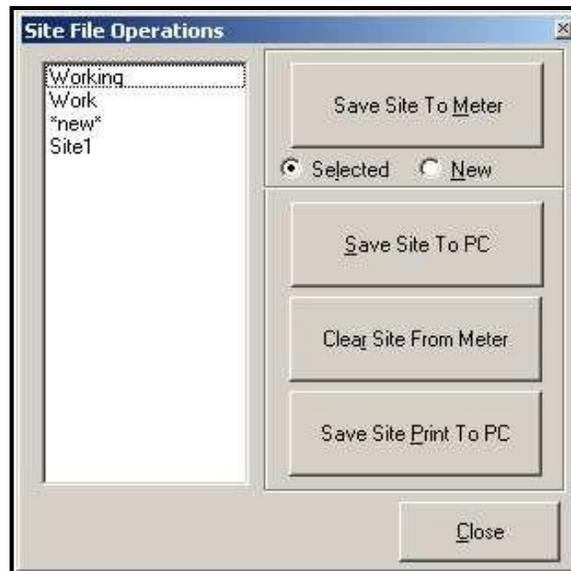

Figura 31: A janela *Site File Operations*
Para acessar os arquivos de local, clique no botão *Site Files* na janela *Properties*. A janela *Site File Operations* (mostrada na Figura 31 a seguir) será aberta.
1. Destaque o local desejado no painel da esquerda. (Veja a Figura 31 na página 91.)
1. Destaque o local no painel da esquerda. (Veja a Figura 31 na página 91.)